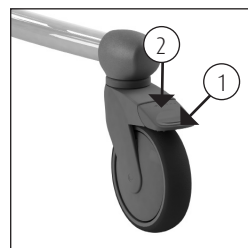

Figura 1. Rueda giratoria.
- El freno se puede accionar en la Tango XL empujando el labio azul (1) de la rueda hacia abajo (*Ver figura 1*).
- Para quitar el freno del Tango XL, se debe mover hacia arriba el mismo labio de la rueda golpeando la parte superior del labio (2) (*Ver figura 1*).